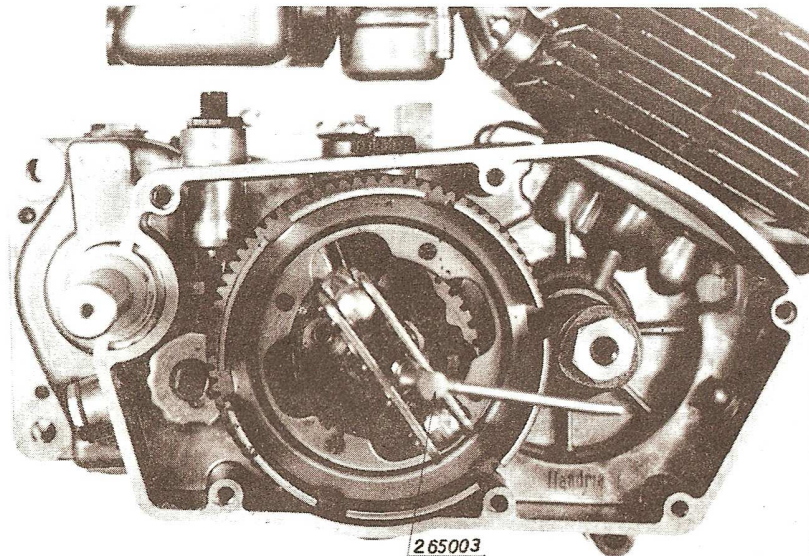

Fig. 7
- appliquer l'outil 265003 et retirer le porte-disques de son axe (Fig.7)